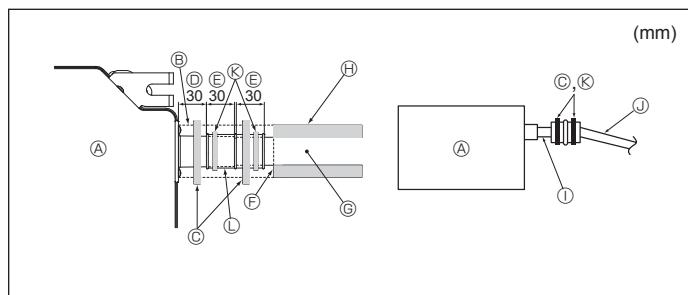

Fig. 3-5
1. Anslut kondensvattenanslutningen (levereras med enheten) till kondensvattenutloppet (Fig. 3-5)